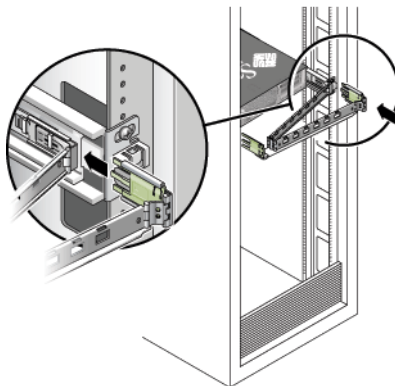

FIGURA 2-5 Inserimento della staffa di montaggio del braccio di gestione dei cavi nella parte posteriore della guida di destra
4. Inserire il connettore della staffa di montaggio del braccio di gestione dei cavi nella guida di destra finché non si blocca in posizione con un clic udibile (FIGURA 2-5).